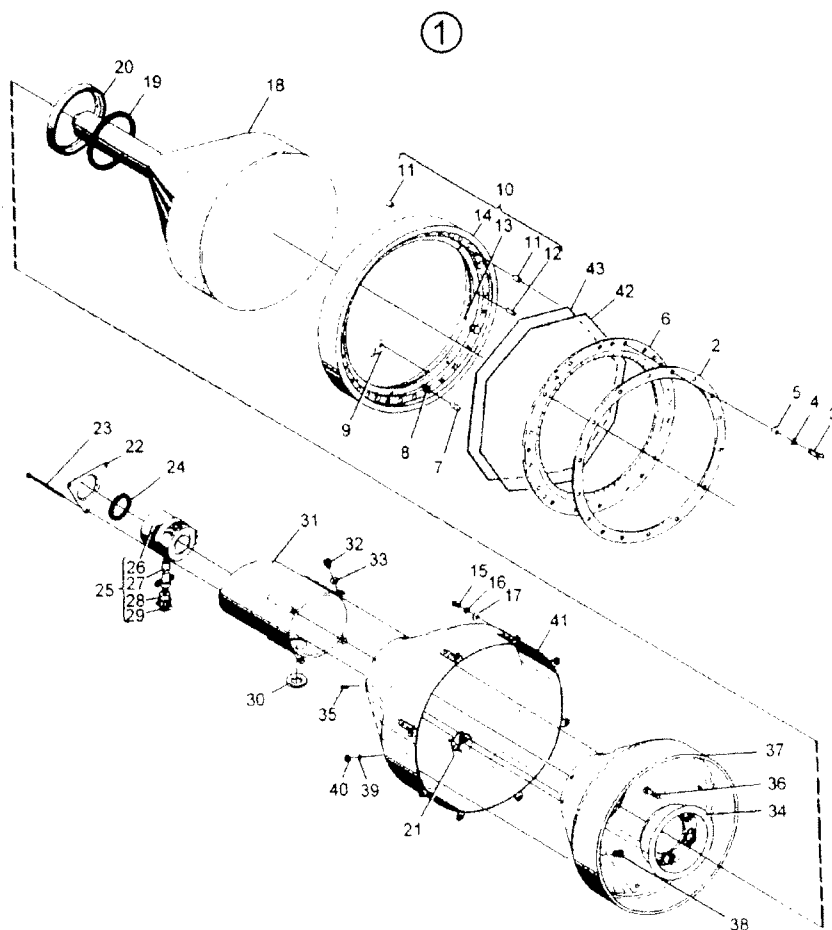

Bild 48.
1. Demontera täckringen 2, skalringen 6, polaroidfilter 42, färgfilter 43 samt fästringen 14. Se bild 48.